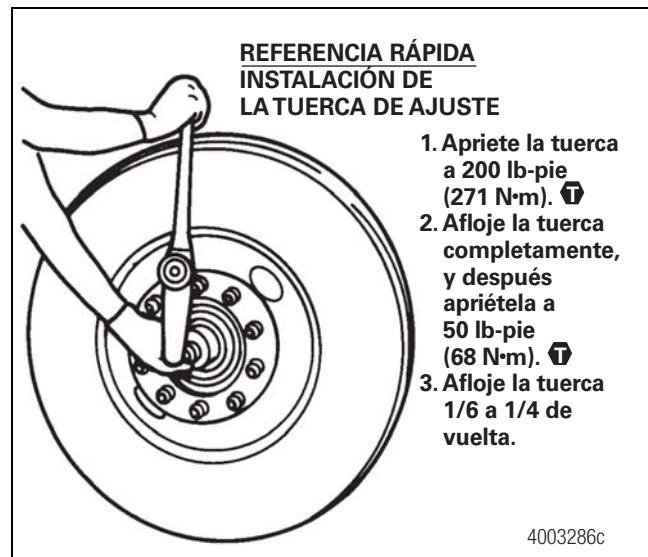

Figura 10.5
1. Instale la tuerca de ajuste de modo que el pasador de la tuerca apunte en dirección opuesta al equipo del extremo de rueda. Apriete la tuerca a 200 lb-pie (271 N•m) mientras gira el conjunto de la maza. Figura 10.5.